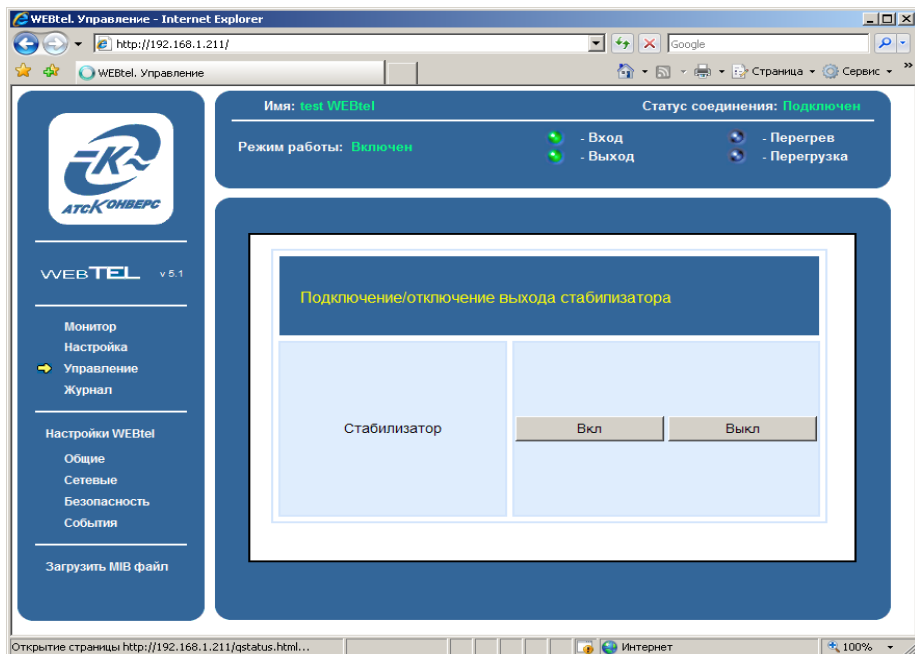

Рисунок 11 – Страница управления СКМ
7.5.1 Вход на эту страницу (рисунок 11) защищен паролем аналогично п. 7.4.